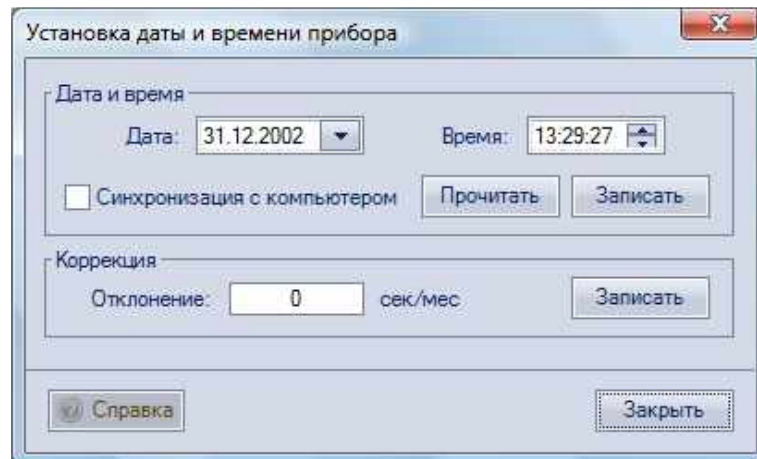

Рисунок 13.5 – Экранная форма «Установка даты и времени прибора»
**12. Произвести настройки часов реального времени** через пункт меню «Прибор» ► «Чтение/запись времени...», – активируется только при подключении к ПК варианта исполнения ПР со встроенными часами. Для более точного хода часов предусмотрена возможность автоматической коррекции значений, для чего в поле «Отклонение» следует задавать разницу между реальным временем и временем ухода часов прибора. Например, если ожидаемое время часов прибора после месяца работы 10:00:00, а прочитанное составило 09:59:45 (часы отстают на 15 сек), в этом случае пользователю необходимо в поле ввода «Коррекция ► Отклонение» (рисунок 13.5) установить значение «-15» сек/мес.